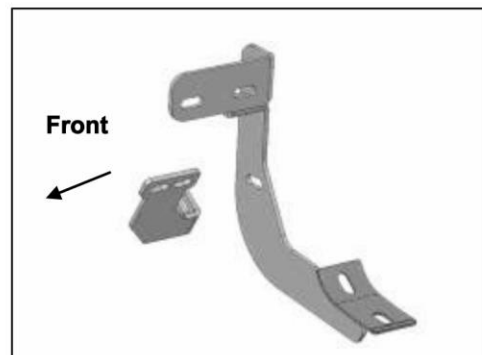
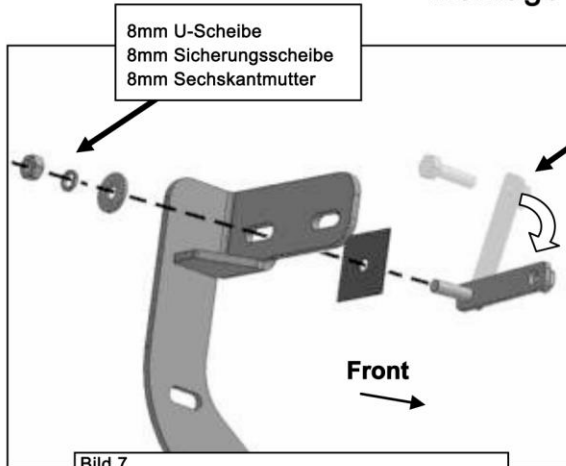
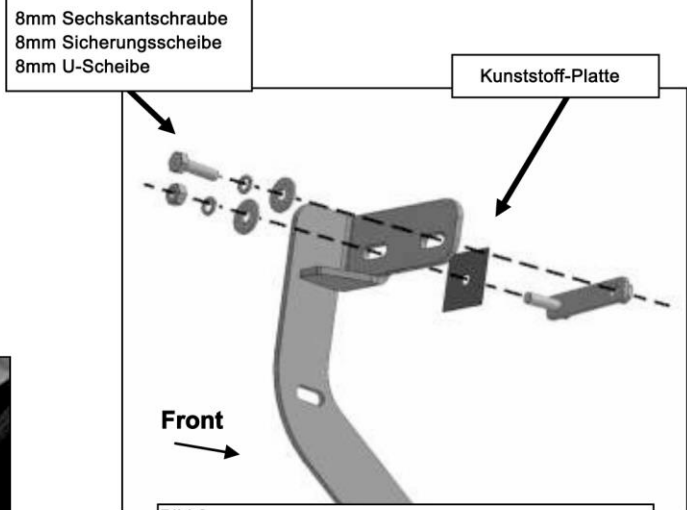

Bild 6
Bild 7
Bild 8
- b. Nehmen Sie die Halterung für die Fahrerseite vorne **(Bild 6).** **Hinweis:** Die Halterung für die Fahrerseite vorne ist identisch mit den Halterungen für die Mitte und Hinten auf der Beifahrerseite. Befestigen Sie die Halterung am Ende des Gewindes der Schraube und Mutter Platte. Verwenden Sie hierzu (1x) 8mm U-Scheibe, (1x) 8mm Sicherungsscheibe und (1x) 8mm Mutter **(Bild 7).** Ziehen Sie die Schrauben nur handfest an!
- c. Entfernen Sie die 8mm Sechskantschraube von der Mutter der Platte (siehe Schritt 3a). Drehen Sie die Platte bis die Mutter mit dem übrig gebliebenen Montage Loch in der Karosserie und der Halterung übereinstimmt **(Bild 7 & 8).** Befestigen Sie die Halterung an der Mutter der Schrauben und Mutter Platte. Verwenden Sie hierfür (1x) 8mmx30mm Sechskantschraube, (1x) 8mm Sicherungsscheibe und (1x) 8mm U-Scheibe **(Bild 8).** Ziehen Sie die Schrauben nur handfest an!